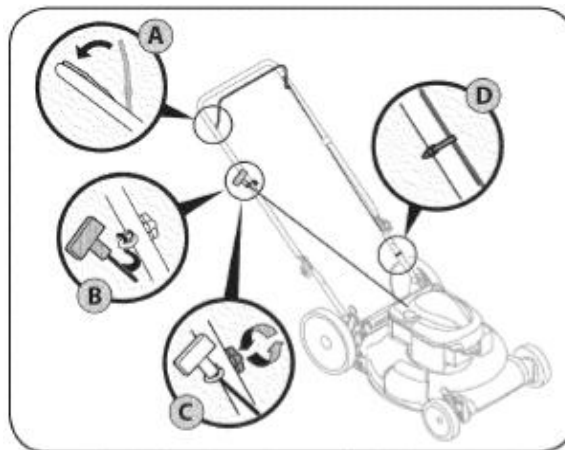

РИС. 6
4. Направляющая шнура ручного стартера крепится на правой стороне рукоятки. Ослабьте барашковую гайку, используемую для фиксации направляющей (см. Рис. 6).
В. Плавно потяните рукоятку шнура стартера от двигателя и вставьте шнур в направляющую (см. Рис. 6).